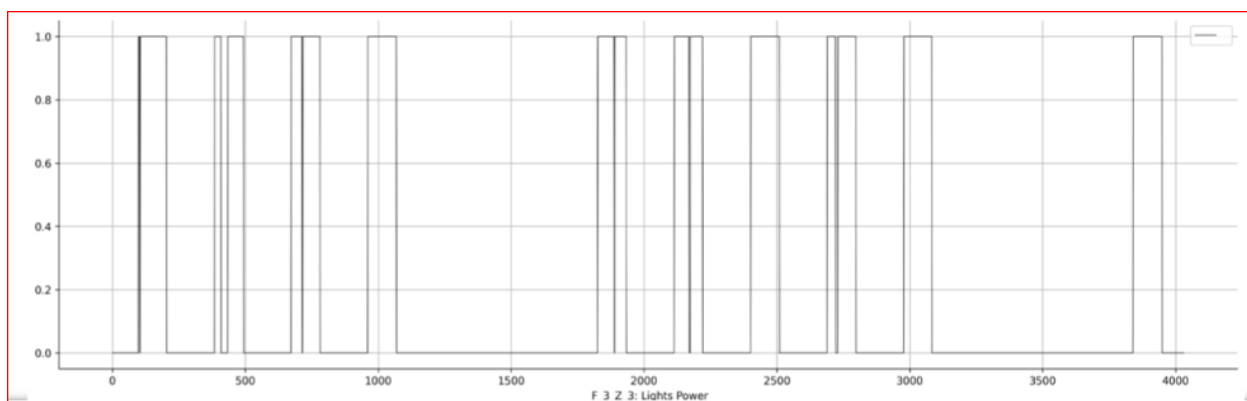

Рисунок 2 - График изменения вещественных параметров
1. Определение параметров для визуализации с помощью лиц Чернова	<p>Данные были нормированы и стандартизированы, выполнен корреляционный анализ.</p> <p>Были построены графики изменения вещественных параметров (рис. 2 - 11), по которым можно выделить 3 режима работы системы тепловентилирования, связанных с разными настройками и аномальными ситуациями. На основании этого датасет был разделен на 3 части:</p> <p>1) с 0 по 1100 запись, с 3801 по 4032</p> <p>2) с 1101 по 1800, с 3101 по 3800</p> <p>3) с 1801 по 3100</p> <p>В полученных датафреймах был проведен корреляционный анализ (рис 12-14) и было выявлено, что для 1 и 3 режима характерно высокая корреляция между " F_3_Z_3: Lights Power" и " F_3_Z_3: Equipment Power".</p> <p>Для 1 режима есть высокая корреляция между " F_3_Z_3: Lights Power" и " F_3_Z_3 VAV REHEAT Damper Position", " F_3_Z_3: Lights Power" и " F_3_Z_3 RETURN OUTLET CO2 Concentration", " F_3_Z_3: Equipment Power" и " F_3_Z_3 VAV REHEAT Damper Position", " F_3_Z_3: Equipment Power" и " F_3_Z_3 RETURN OUTLET CO2 Concentration", для остальных режимов это не характерно.</p>